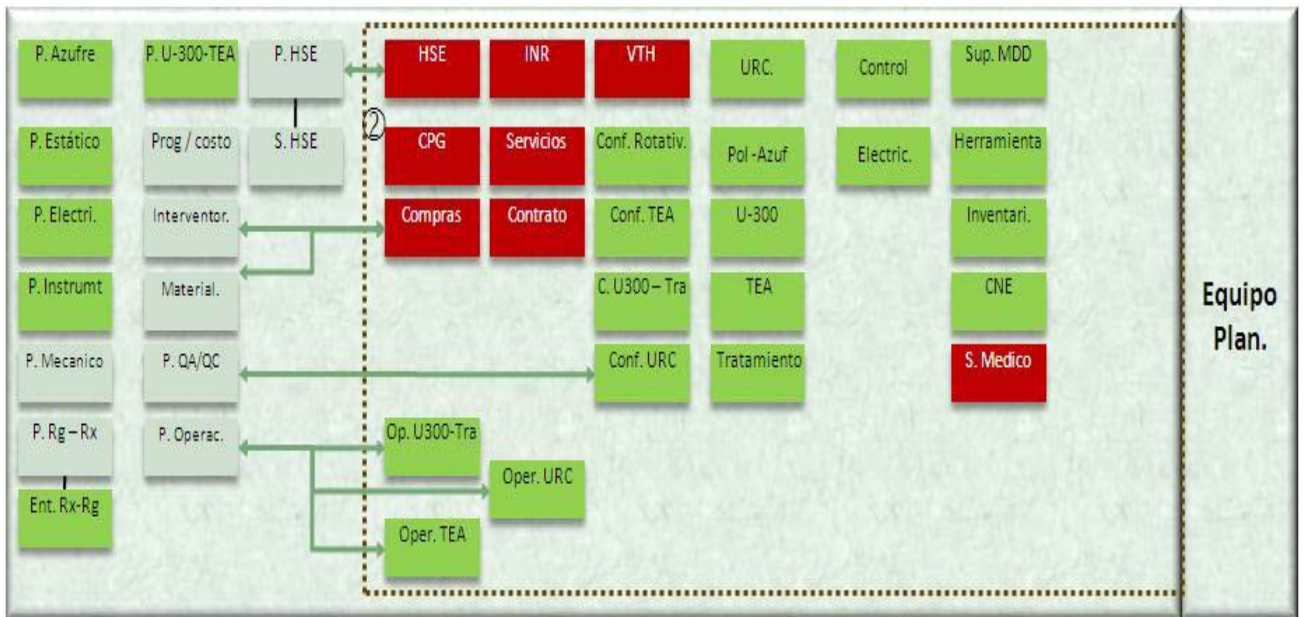

Figura 3. Estructura de un equipo de planeación en una parada de plantas.
**Equipo De Planeación:** Responsable por la Planeación de una parada Especifica (Figura 3).